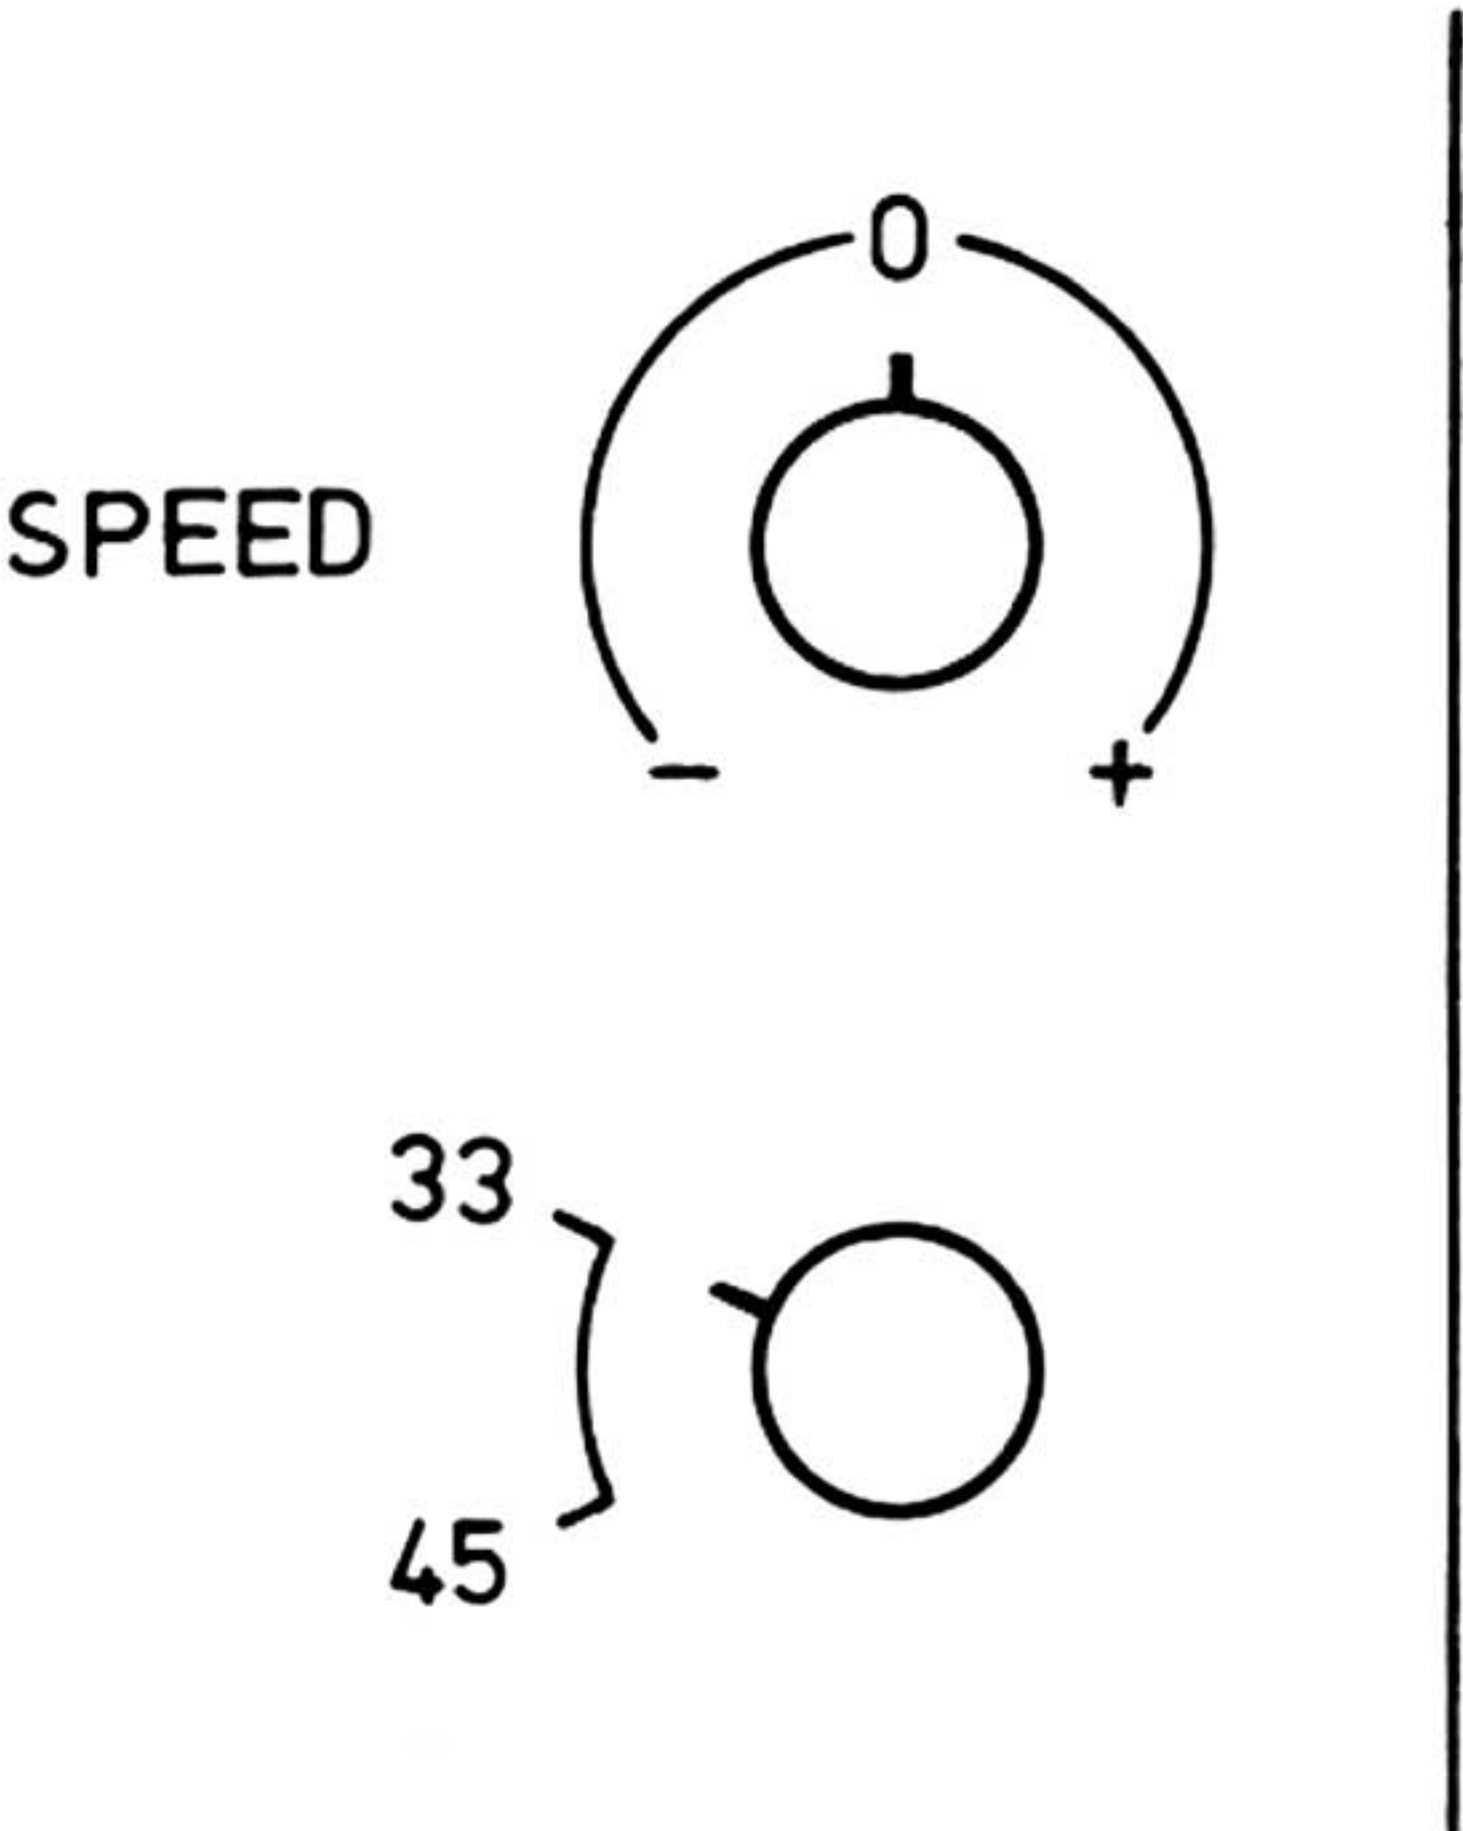

Bild 1
- Jetzt drehen Sie das Potentiometer für die Feinregulierung P 1 auf Anschlag im Uhrzeigersinn und vergleichen Sie seine Position mit dem Bild 1.
- Feinregulierungs-Potentiometer P 1 in die Position 0 (gemäß Bild 1) zurückdrehen. Jetzt sollen die oberen Balken auf dem Stroboskopring stillstehen. (Die oberen Balken gelten für 33 1/3, die unteren für 45 [min.⁻¹].) Wenn das nicht der Fall ist, korrigieren Sie mit Hilfe der sich unterhalb am Motor befindenden Trimpotentiometern die Drehzahl. Jede Drehzahl hat ein eigenes Trimpotentiometer.